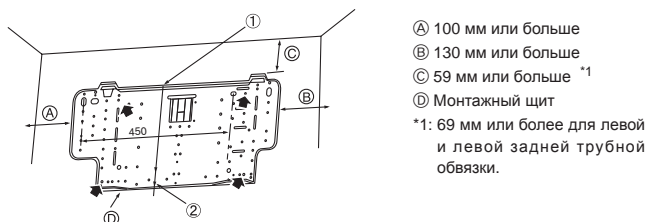

Fig. 3-3
▶ Настенный кронштейн должен быть закреплен с обоих концов и в центре, если возможно. Никогда не укрепляйте его только в одном месте или каким-либо несимметричным образом. (Если возможно, укрепите установочную арматуру во всех точках, которые обозначены жирной стрелкой.) (Fig. 3-3)